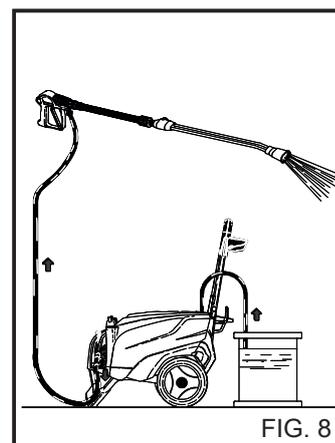

FIG. 8
Après l'emploi d'un détergent, le circuit d'aspiration doit être rincé avec de l'eau propre (fig. 8).
1) Après l'emploi avec du détergent, rincer le circuit d'aspiration; enfiler le tuyau d'aspiration (fig. 8) du détergent dans un bidon d'eau propre et faire fonctionner la pompe pendant 1 minute avec le robinet de dosage complètement ouvert et la lance en phase de sortie du détergent.
4) Après l'emploi avec du détergent, rincer le circuit d'aspiration; enfiler le tuyau d'aspiration (fig. 8) du détergent dans un bidon d'eau propre et faire fonctionner la pompe pendant 1 minute avec la lance en phase de sortie du détergent.